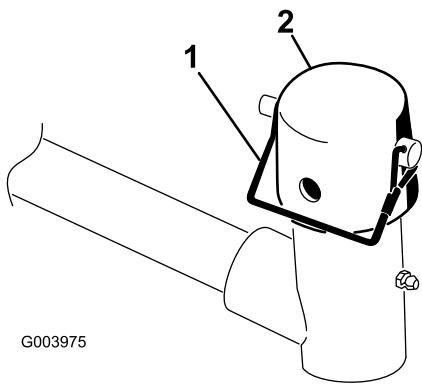

Figura 9
- Retire el pasador de seguridad y el tapón de la horquilla de pivot del brazo de elevación (Figura 9).
11. Sujete el tapón y el eje del bastidor de tiro a la horquilla del brazo de elevación con el pasador de alambre (Figura 9).